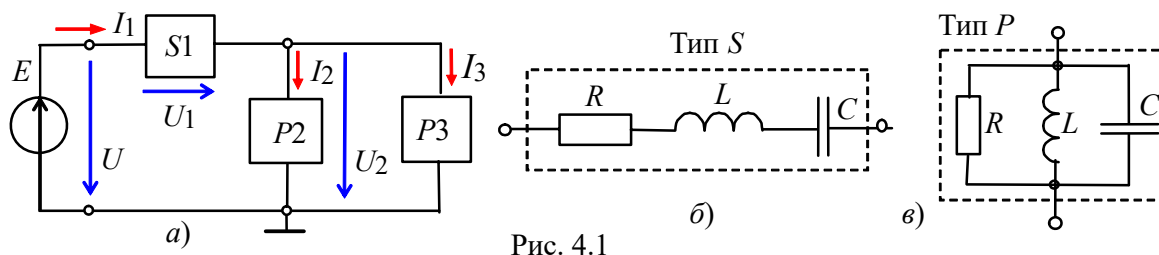

Рис. 4.1
Двухполюсник  $S1$  типа  $S$  состоит из трёх последовательно соединённых элементов  $R$ ,  $L$  и  $C$  (рис. 4.1, б), а каждый из двухполюсников  $P2$  и  $P3$  типа  $P$  состоит из трёх параллельно соединённых элементов  $R$ ,  $L$  и  $C$  (рис. 4.1, в). Согласно варианту (см. табл. 4.1) в двухполюсниках нужно оставить указанный набор элементов и установить значения их параметров.
Полное комплексное сопротивление  $\underline{Z}$  двухполюсника типа  $S$  с последовательным соединением элементов (см. рис. 4.1, б) записывают в алгебраической или в показательной форме:
Полную комплексную проводимость  $\underline{Y}$  (в сименсах) двухполюсника типа  $P$  с параллельным соединением элементов (см. рис. 4.1, в) также записывают в алгебраической или в показательной форме:
Двухполюсник типа  $P$  (рис. 4.1, в) может быть преобразован в двухполюсник типа  $S$  (рис. 4.1, б) и наоборот посредством формул преобразования. Например, двухполюсник типа  $P$  с элементами  $R$  и  $X_L$  преобразовывают в двухполюсник типа  $S$  по формулам:
Запишем первый и второй законы Кирхгофа для схемы (рис. 4.1, а):
**Задание 1.** Рассчитать схему цепи (см. рис. 4.1, а) с параметрами, приведенными в табл. 4.1. Результаты расчета занести в табл. 4.2. Используя данные расчёта, построить в комплексной плоскости векторную диаграмму напряжений и токов схемы цепи с указанием направлений фазовых углов  $\varphi_k$  ветвей и угла  $\varphi$  на зажимах цепи.